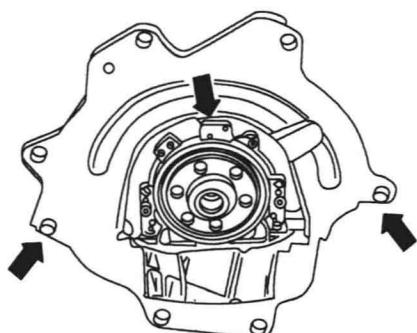

图1-5 推上空心定位销
3) 检查气缸体中是否有用于定位发动机和变速器的空心定位销，如有必要，应进行安装。嵌入曲轴密封圈上的中间板，如图1-5中箭头所示，推上空心定位销。在移入机组时应注意万向轴的自由度，并通